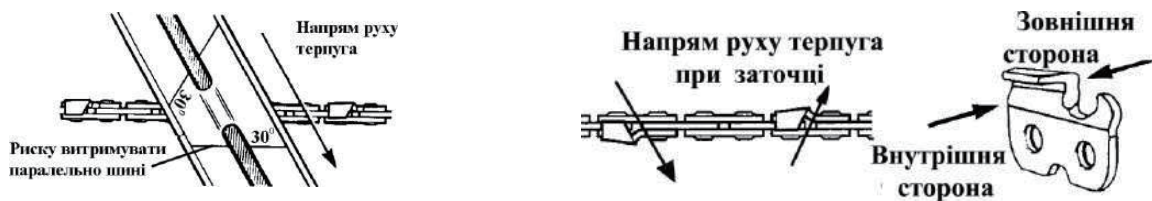

Рис.11
4. Ріжучий зуб слід точити круглим терпугом відповідного діаметру в напрямку з середини назовні (рис.11).
5. Витримуйте правильний кут заточки, користуючись при цьому лініями на шаблоні державки. Відповідна лінія повинна бути паралельна шині.(рис.11)